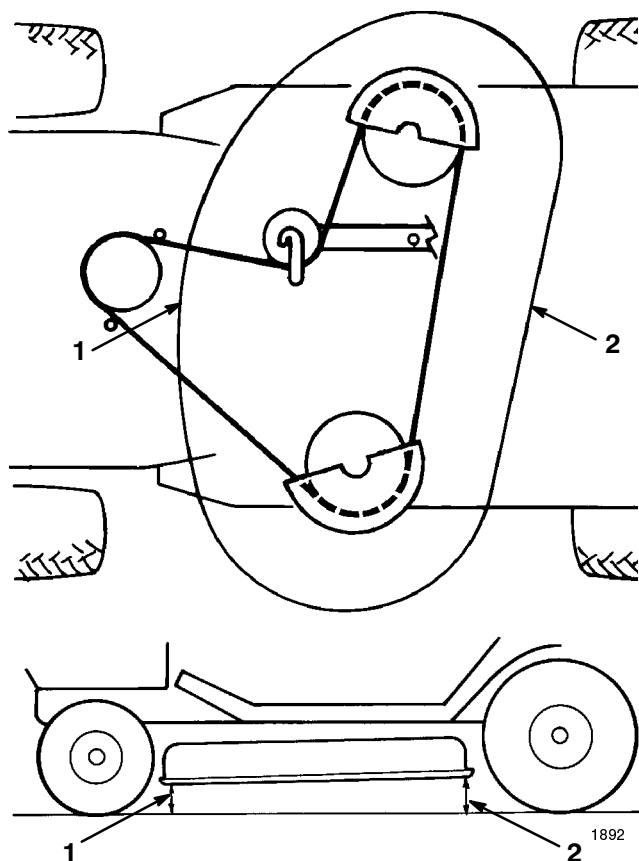

Figure 53
6. Contrôlez l'inclinaison avant/arrière en mesurant la hauteur du bas du plateau de coupe (au centre, à l'avant et à l'arrière) par rapport au sol plat (Fig. 53). Si l'avant n'est pas de 3,5 à 10,5 mm plus bas que l'arrière, un réglage est nécessaire.